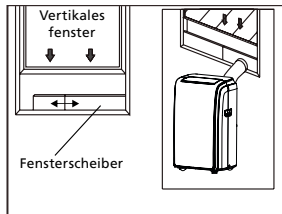

Abb. 5
- 4** Befestigen Sie den Schlauchauslass im Fensterschieber-Kit an und versiegeln Sie es (Abb. 5 und 6).